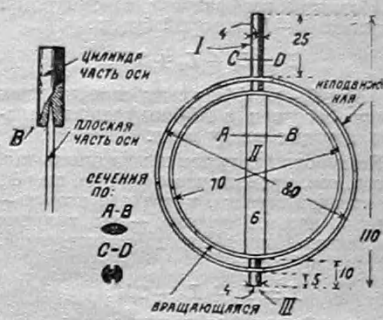

Рис. 2.
На рис. 2 показаны размеры неподвижной и вращающейся катушек.
Ось делается составной (см. рис. 2): часть I цилиндрическая с желобками вдоль оси (см. сеч. по С—D) для прокладки проводников от вращающейся катушки; часть II плоская (с сеч. А—В) и часть III цилиндрическая, но без желобков, как это было в части I.
Длина плоской части оси (II) несколько больше диаметра вращающейся катушки, т. е. 74—76 мм. Таким образом, на выступающие концы плоской части оси имеется возможность насадить цилиндрические ее части, распавшие последние, как это показано в детали В (рис. 2); для большей прочности данное соединение склеивается клеем.